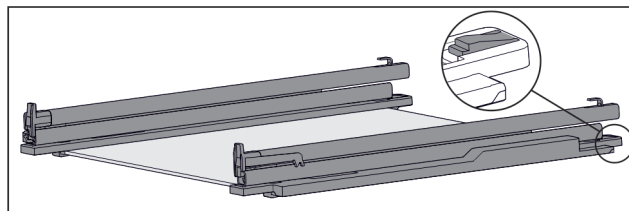

Fig. 120 Glashylla med skenor och fästdelar
- ▶ Tryck ned bakre fästdel (se Fig. 120) och skjut samtidigt skena bakåt.